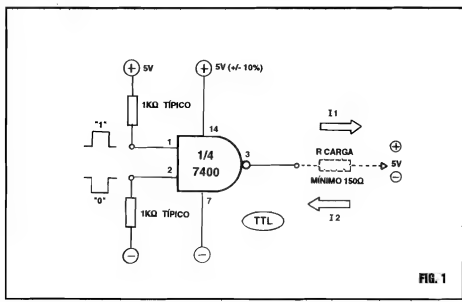

FIG. 1
- FIG. 1 - UM GATE TÍPICO TTL - Tomando como exemplo básico um **gate NAND** de 2 Entradas (1/4 de Integrado 7400...), observem, inicialmente, suas necessidades de alimentação (aplicadas nos pinos 14 e 7, respectivamente para o **positivo** e **negativo**...), que deve situar-se em rigorosos 5V (mais ou menos 10%). As Entradas interpretam como "baixo" ou "0", um nível de Tensão igual